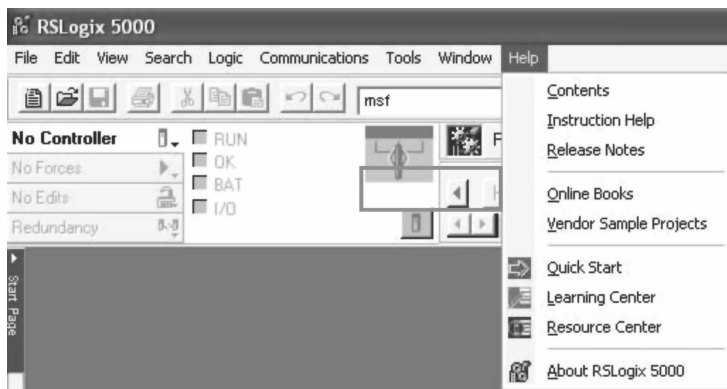

图 5-5 在线书籍选项
1. 在“帮助”（Help）下拉菜单中选择“在线书籍”（Online Books），如图 5-5 所示。